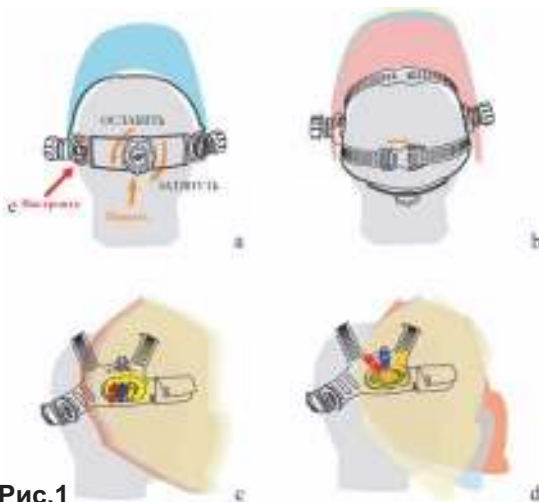

Рис.1
- Наденьте маску на голову. Нажмите регулируемую ручку вниз (в заднем положении головы), одновременно вращая ее против часовой стрелки, чтобы увеличить длину окружности обруча, или по часовой стрелке, чтобы уменьшить длину окружности головного обруча (см. рис. 1а).
- Настройте расстояние между маской и лицом (см. рис. 1с).
- Настройте угол обзора (см. рис. 1а).